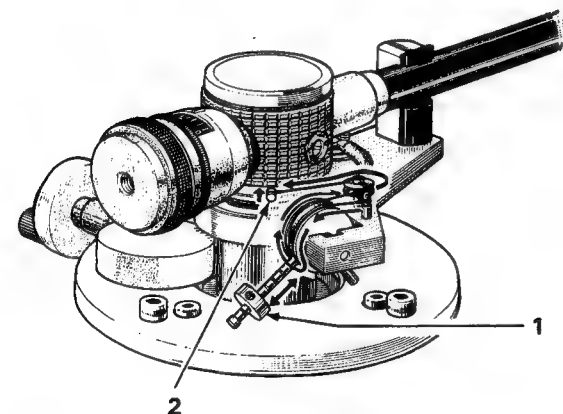

Fig. 20
4. Pour mettre en service le dispositif anti-skating, procéder comme suit: (Fig. 20)
- ① Faire coulisser le poids de l'anti-skating jusqu'à obtenir la valeur correspondante à la force d'appui.
- ② Faire passer le fil de l'anti-skating comme indiqué ci-dessous.
- ① Das Antiskatinggewicht bis zu derjenigen Kerbe des Auslegers verschieben, die der Auflagekraft entspricht. (Beispiel Fig. 20: 1,5 g = 15 mN)
- ② Das Antiskating-Zugseil gemäß Fig. 20 um die Umlenkrolle herumführen und die Kappe am Ende des Seiles auf den Stift am Tonarmlager stecken.
4. Voor inschakeling van het dwarskracht-mechanisme gaat men als volgt te werk. (Fig. 20)
- ① Schuif het dwarskracht gewicht naar de gewenste naaldkracht.
- ② Leg het dwarskracht draadje zoals aangegeven in onderstaande afbeelding.
4. Gör på följande sätt för att sätta anti-skatingmekanismen i funktion. (Fig. 20)
- ① Dra anti-skatingvikten till rekommenderat nåltryck.
- ② Placera anti-skatingtråden så som visas på bilden nedan.